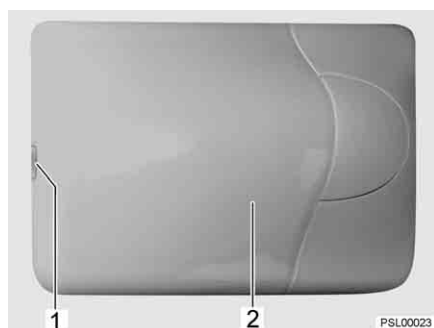

Bild 75 Raumleuchte
- Abdeckung (Bild 75,2) vorsichtig mit einem geeigneten Werkzeug (z. B. Schraubendreher) an der Einkerbung (Bild 75,1) aushebeln und abnehmen.